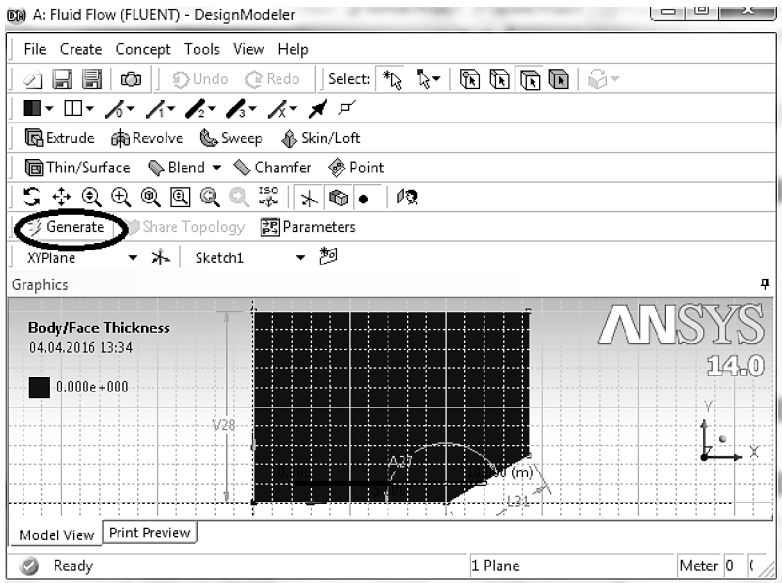

Рис. 3.12
2) На панели Tree Outline, выберите Sketch1, затем на панели Details View, напротив Thickness (≥ 0), выберите толщину 0.1m. Напротив Base Objects кликните Apply. Окончательно кликните Generate, чтобы сгенерировать поверхность, рис. 3.12.